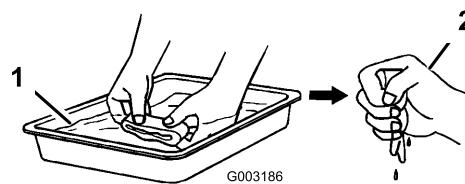

Figure 23
2. Trempez l'élément en mousse dans de l'huile moteur propre, puis essorez l'excédent d'huile (Figure 23). Le moteur fumera au démarrage si l'élément en mousse est trop imbiber d'huile.